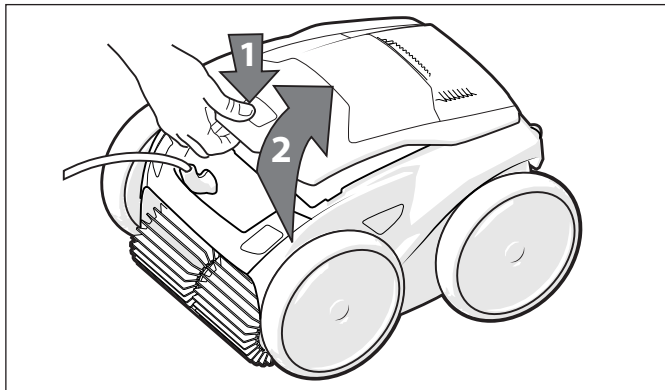

Figura 19. Levante la cubierta del limpiador
3. Presione la traba de la tapa (1) y levante
la tapa (2) hasta que quede fija en posición vertical. (Figura 19).